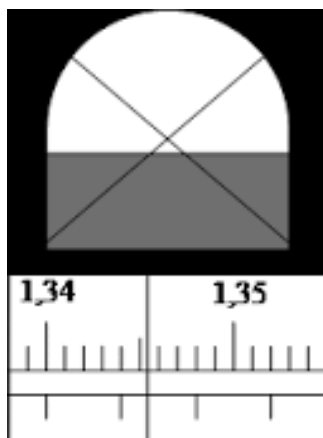

Рис. 1. Схема поля зрения в рефрактометре
5.4. Вращать маховик компенсатора дисперсии 10 до исчезновения окраски граничной линии (рис. 1).